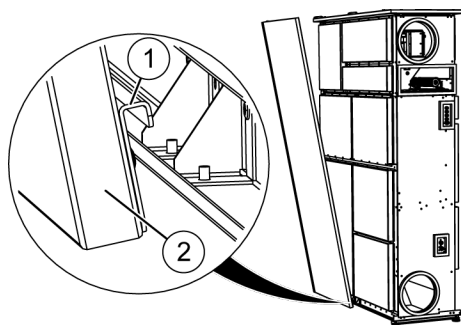

Abb. 36: Verkleidung einhängen
- 25.** Zu zweit die hintere rechte Verkleidung montieren. Dazu die Verkleidung (Abb. 36/2) mit der Schiene (Abb. 36/1) unten einhängen.